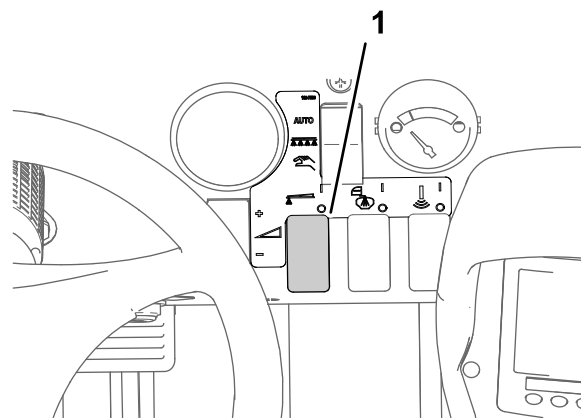

図 47
- 散布率スイッチで所望の散布水圧にセットする。水圧は本体に付属の資料、ノズル選定ガイドを参照。 図 47